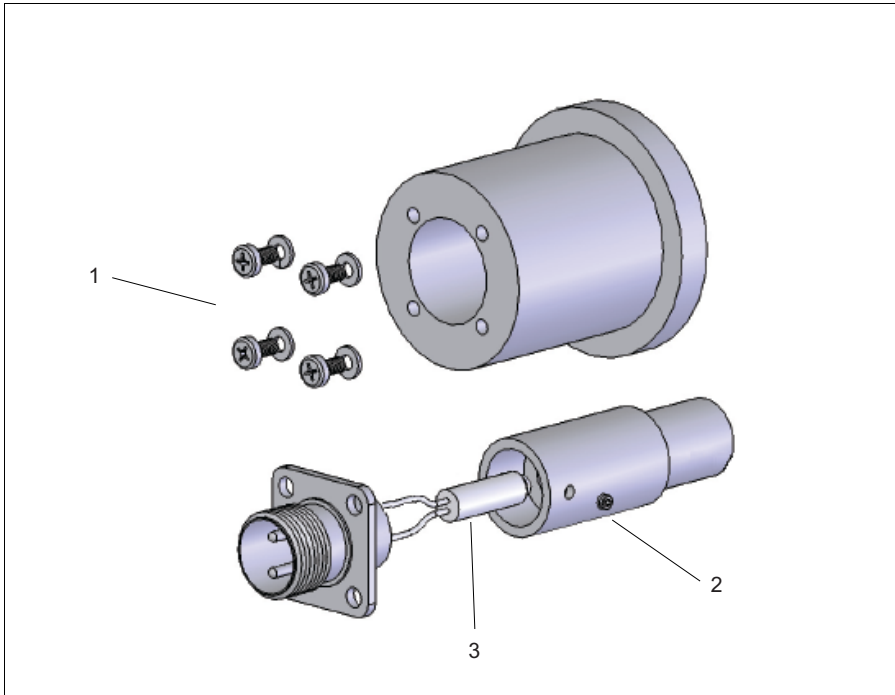

图 11: 标准白炽光源和高亮度光源的标准更换步骤图例说明
2. 拆除 4 颗螺丝和垫圈，将连接头安装到位 (图 11 中的部件 1)。
4. 更换高亮度光源时，继续拆除 2 颗固定螺丝，打开光源盖 (图 11 中的部件 2)。
5. 更换光源 / 连接头 (图 11 中的部件 3)。